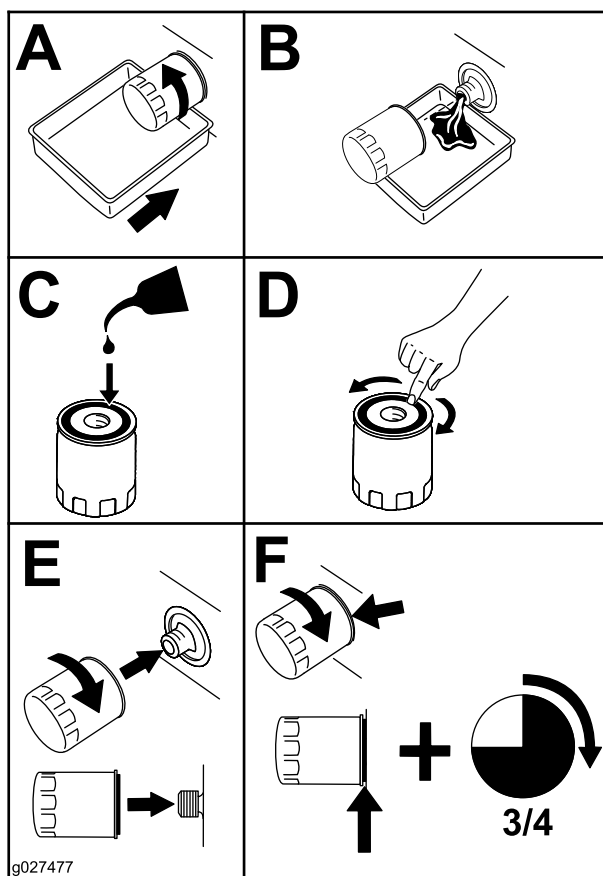

Figura 48
2. Cambie el filtro de aceite del motor (Figura 48).